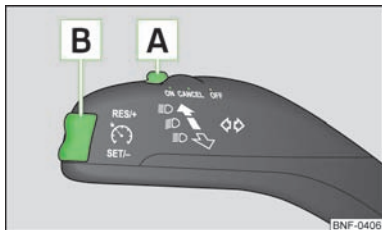

Abb. 66
- Den Schalter **A** » Abb. 66 in Stellung **ON** drücken.
- Die Wippe **B** » Abb. 66 in der Position **RES** drücken.
- Die gespeicherte Geschwindigkeit kann durch Drücken der Wippe **B** » Abb. 66 in der Position **SET** verringert werden.
Die Geschwindigkeitsregelanlage wird **vorübergehend abgeschaltet**, indem der Schalter **A** » Abb. 66 in die gefederte Position **CANCEL** bzw. auch das Brems- oder Kupplungspedal gedrückt wird.
- Den Schalter **A** » Abb. 66 in Stellung **OFF** drücken.